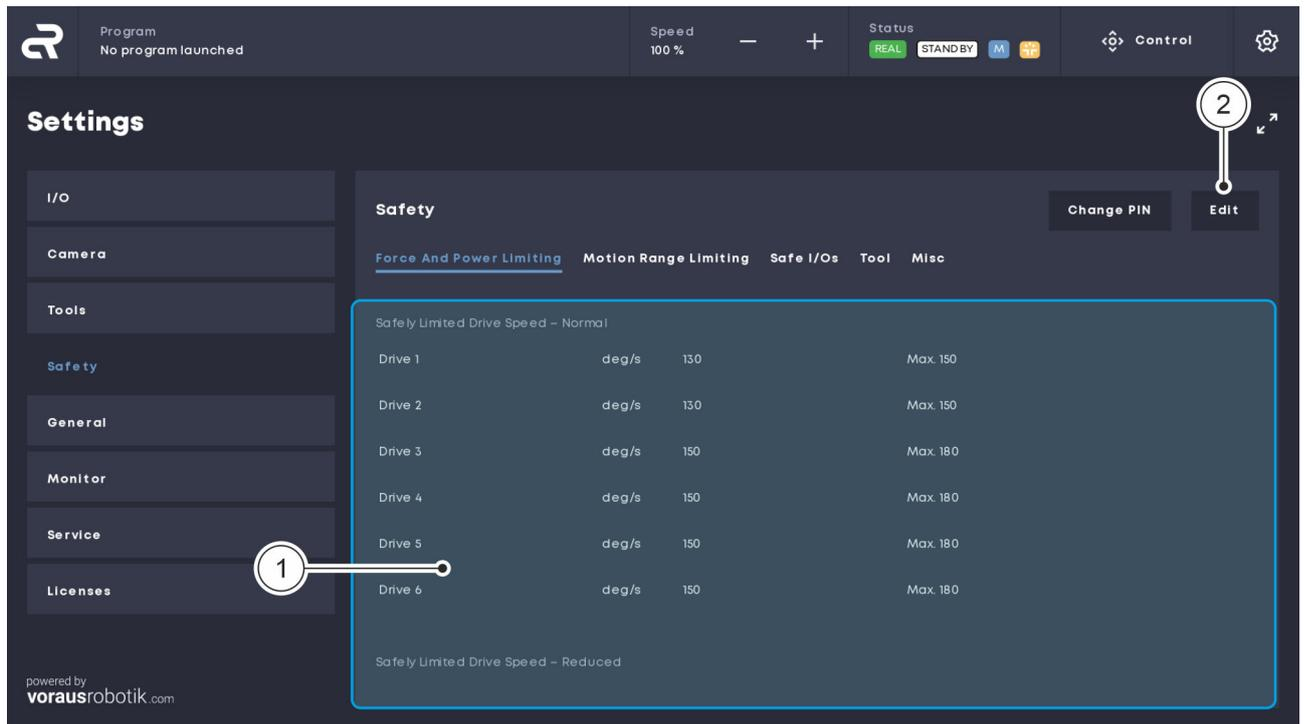

Fig. 15 Setting parameters
05. Enter the required parameter values in the individual fields Fig. 15 / ①.
06. Check changed parameter values and click on the 'Edit' button Fig. 15 / ②.